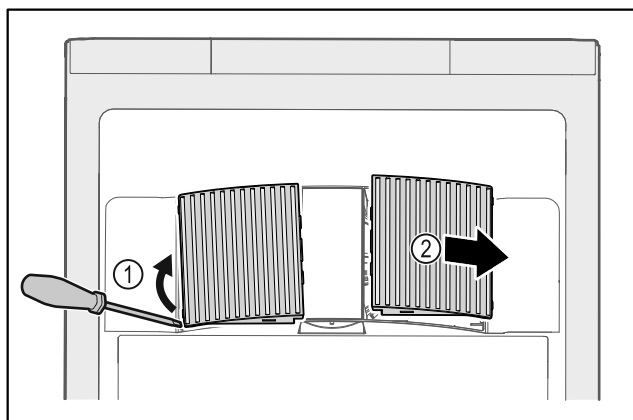

Fig. 228
- Opatrne vytiahnite kryty ventilátorov z bočnej strany Fig. 228 (1) a vyberte ich smerom dopredu Fig. 228 (2).